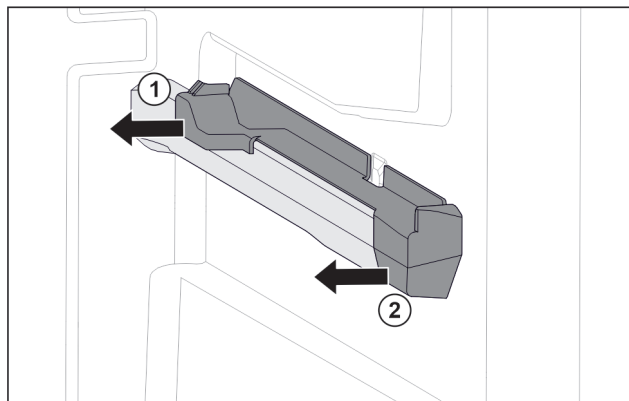

Fig. 107 Nasazovací díl na pravém žebrování na nádoby
- Stáhněte nasazovací díl vzadu na stranu. *Fig. 107 (1)*
- Stáhněte nasazovací díl vpředu na stranu. *Fig. 107 (2)*